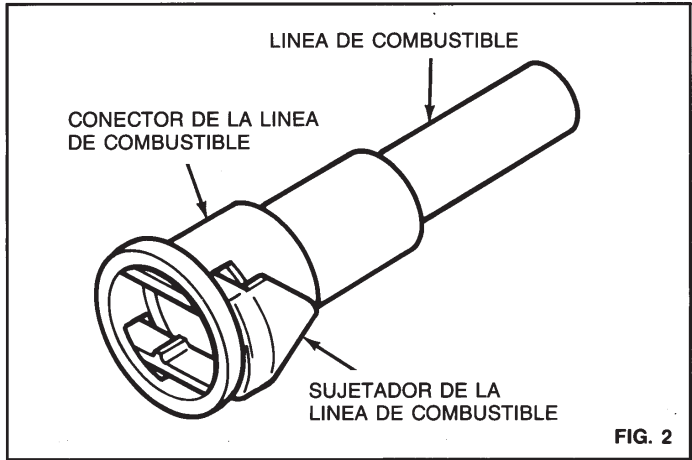

FIG. 2
B) Consultando la Fig. 2 instale los nuevos sujetadores de la línea de combustible, 5/16" (natural/claro) y 3/8" (negro), en sus conectores correspondientes según el tamaño, con el extremo triangular del sujetador en el sentido opuesto a la abertura del conector de la línea de combustible.